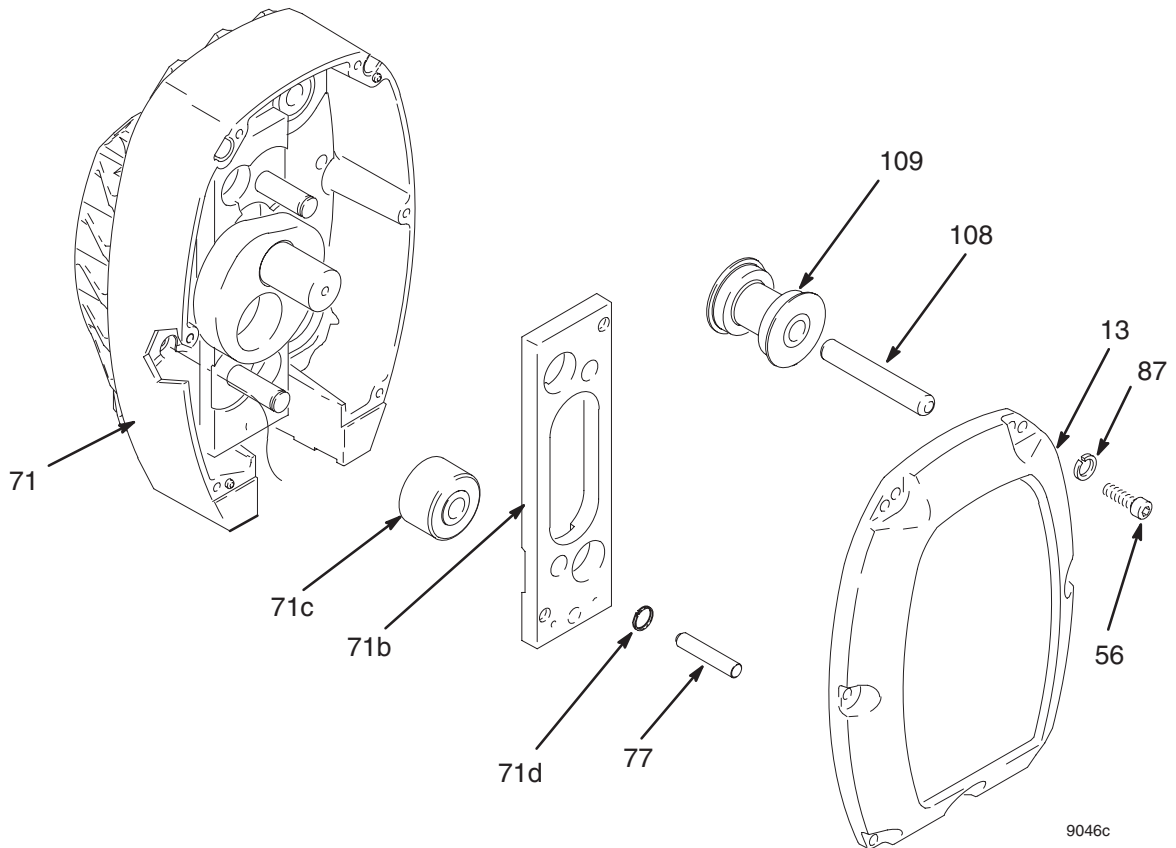

Abb. 5
3. Abb. 5. Sechs Kopfschrauben (56), die Federringe (87) und den Deckel (13) abnehmen.
4. Vier Führungszapfen (108) und Rollen (109) entfernen.
5. Den Pumpenstift (77) von vorne mit einem Schraubenzieher herastreifen.